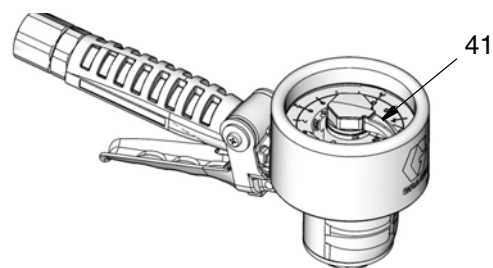

FIG. 9
1. Tourner la buse (101) à verrouillage automatique par rotation dans le sens inverse des aiguilles d'une montre pour ouvrir la buse. Introduire la buse dans le récipient de liquide et appuyer sur la gâchette (12).
2. Observer le mouvement de l'indicateur (41) du compteur sur le cadran (37) du compteur. Lâcher la gâchette (12) lorsque quantité voulue de liquide a été débitée.
3. Tourner l'indicateur (41) du compteur dans le sens inverse des aiguilles d'une montre pour le faire revenir à « 0 » avant de distribuer de nouveau. Voir FIG. 9.